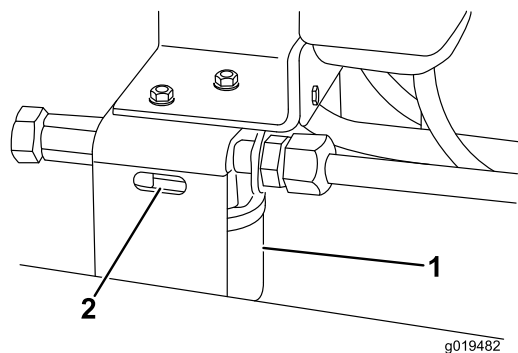

Figure 78
2. Nettoyez la zone autour de la surface de montage du filtre. Placez un bac de vidange sous le filtre et déposez le filtre (Figure 78).